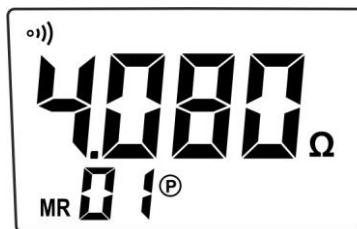

Fig. 29: Richiamo dei dati a display
- Premere a lungo (>2s) il tasto **MEM** per accedere all'area di memoria. Lo strumento visualizza l'ultimo dato salvato in memoria e il simbolo “MR” (vedere Fig.29)